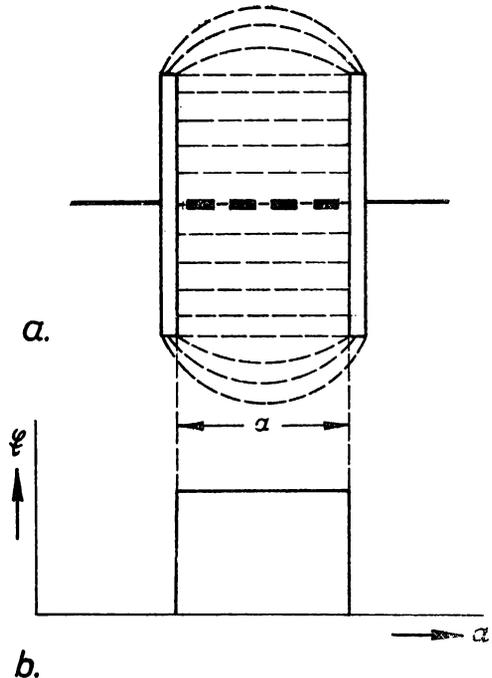

Bild 5: a) Feld eines Plattenkondensators
Das Bild 5 zeigt Ihnen, wie Sie auch aus der Gleichung (1) ableiten können, daß im Innern eines Plattenkondensators die Feldstärke immer gleich ist, weil die Feldlinien dort eine Gerade zwischen den beiden Elektroden darstellen. Vergleichen Sie dazu auch das Bild 3b, aus dem Sie das lineare Spannungsfälle im Innern eines Plattenkondensators erkennen können!